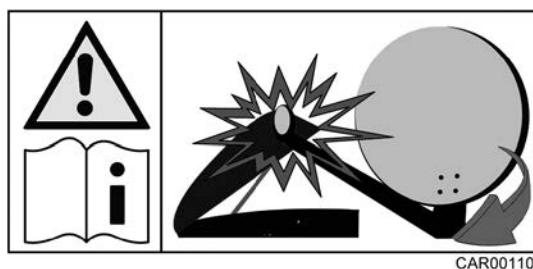

Fig. 63 Autocollant sur le lanterneau
- Avant la mise en service de l'installation satellite, fermer le lanterneau. Observer ce qui est écrit sur l'autocollant (Fig. 63).